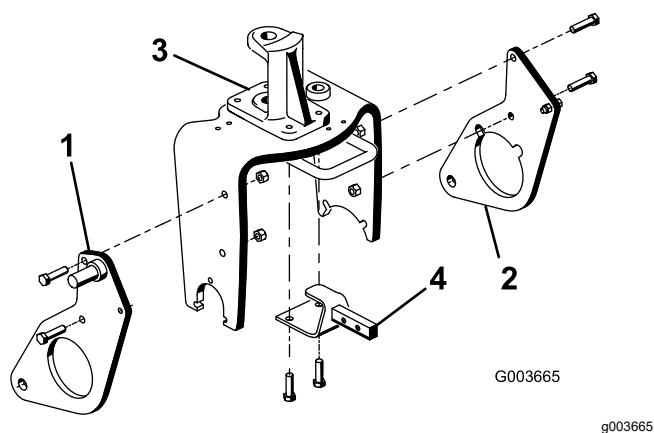

Figura 11
1. Monte, sem apertar totalmente, a placa de arado direita no lado direito da forquilha giratória com 2 parafusos (½ pol. x 2 pol.) e porcas de bloqueio, conforme mostrado na Figura 11.
2. Repita o procedimento para a placa de arado esquerda (Figura 11).
4. Remova e descarte os 2 parafusos que prendem a parte frontal da articulação da direção à parte superior da forquilha giratória (Figura 11).
5. Utilizando a forquilha giratória e os orifícios de montagem da articulação da direção, monte o suporte da estrutura de engate no lado inferior da forquilha giratória com 2 parafusos ($\frac{1}{2}$ pol. x $1\frac{3}{4}$ pol.); consulte a Figura 11.